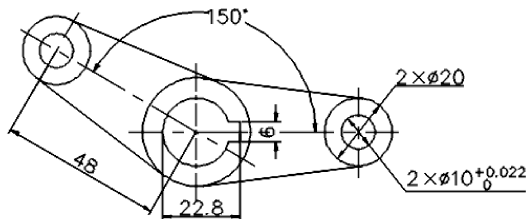

图 9-92 标注角度及直径尺寸
(3) 单击“默认”选项卡“标注”面板中的“标注样式”按钮，在打开的“标注样式管理器”的样式列表中选择“机械制图”，单击“替代”按钮。
(4) 系统打开“替代当前样式”对话框，方法同前，选择“主单位”选项卡，将“线性标注”选项组中的“精度”值设置为“0.000”；选择“公差”选项卡，在“公差格式”选项组中将“方式”设置为“极限偏差”，设置“上偏差”为“0.022”，“下偏差”为“0”，“高度比例”为“0.7”，设置完成后单击“确定”按钮。
(5) 单击“注释”选项卡“标注”面板中的“标注更新”按钮，选取直径尺寸“ $2 \times \phi 10$ ”，即可为该尺寸添加尺寸偏差，结果如图 9-92 所示。